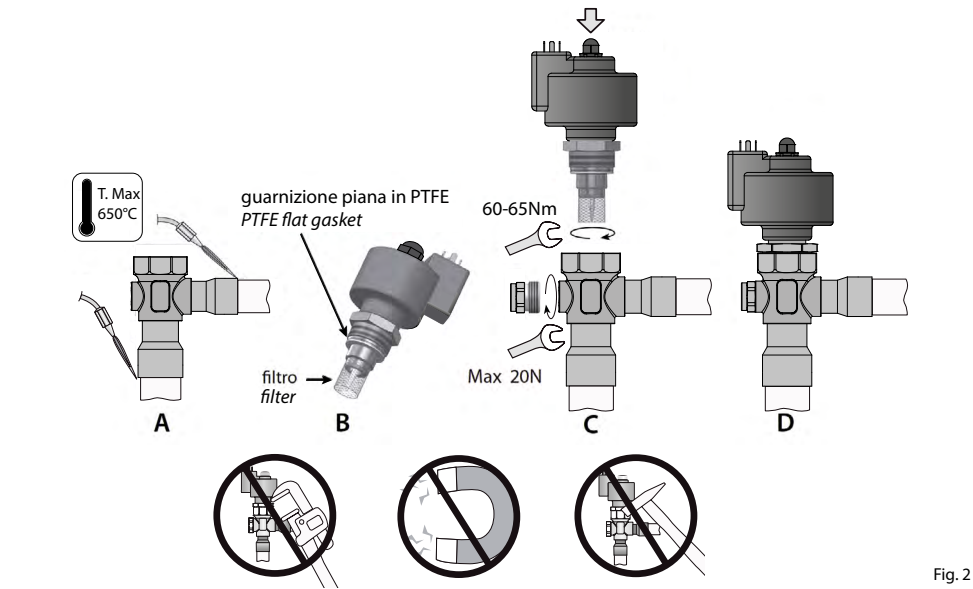

Fig. 2
- Le valvole E³V-S devono essere saldate al circuito mediante brasatura dei raccordi in rame ai tubi di uscita condensatore (IN) e di ingresso evaporatore (OUT). Seguire la successione indicata in Fig. 2 procedendo in questo modo:
- Procedere alla saldatura orientando la fiamma verso l'estremità dei raccordi come da Fig. 2-A (per una migliore brasatura senza alterare la tenuta della zona di saldatura tra corpo e raccordi utilizzare lega con temperatura di fusione inferiore a 650 °C o con tenore di argento superiore del 25 %).
- Verificare che la guarnizione piana in PTFE sia presente e posizionata in sede (Fig. 2-B). In caso contrario, prelevare dalla confezione una guarnizione piana e inserirla nella cartuccia dalla parte della boccola in ottone.
- Verificare che il filtro in rete metallica sia inserito sulla boccola di ottone (Fig.2-B). In caso contrario, posizionarlo come in figura e portarlo in battuta. **Attenzione! Utilizzare il filtro solo in mono-direzionale con ingresso del fluido dal raccordo laterale. In caso di utilizzo della valvola in direzione contraria, prevedere apposito filtro nel circuito, togliendo quello fornito.**
- Avvitare nel corpo valvola la cartuccia in acciaio sull'apposito alloggiamento filettato con una chiave a forchetta da 32. Serrare la cartuccia sul corpo valvola con una coppia di serraggio suggerita di 60-65 Nm (Fig. 2-C). Per favorire un più rapido assemblaggio della valvola, si consiglia di non smontare il motore dalla cartuccia. **Attenzione! Nel caso in cui lo stelo filettato fuoriuscisse completamente dalla sede di lavoro della cartuccia procedere secondo la seguente operazione:**
- The E³V-S valves must be joined to the circuit by braze welding the copper fittings to the condenser outlet (IN) and evaporator inlet (OUT) pipes. Proceed as indicated in Fig. 2:
- Weld by aiming the flame at the ends of the fittings as shown in Fig. 2-A (for better braze welding without affecting the seal of the welded area between the body and the fittings, use alloys with a fusion temperature less than 650 °C or with a silver content above 25%);
- Make sure that the PTFE flat gasket is present in its seat (Fig. 2-B). Otherwise, take a flat gasket from the packaging and place it in the cartridge from the side of the brass bushing.
- Make sure that the metal mesh filter is inserted on the brass bushing (Fig.2-B). Otherwise, position it as shown in the figure and make sure it's properly in place.
- Tighten the steel cartridge in its threaded socket on the valve body using a 32 mm spanner. Tighten the cartridge on the valve body to a recommended tightening torque of 60-65 Nm (Fig. 2-C). For faster valve assembly, do not remove the motor from the cartridge.